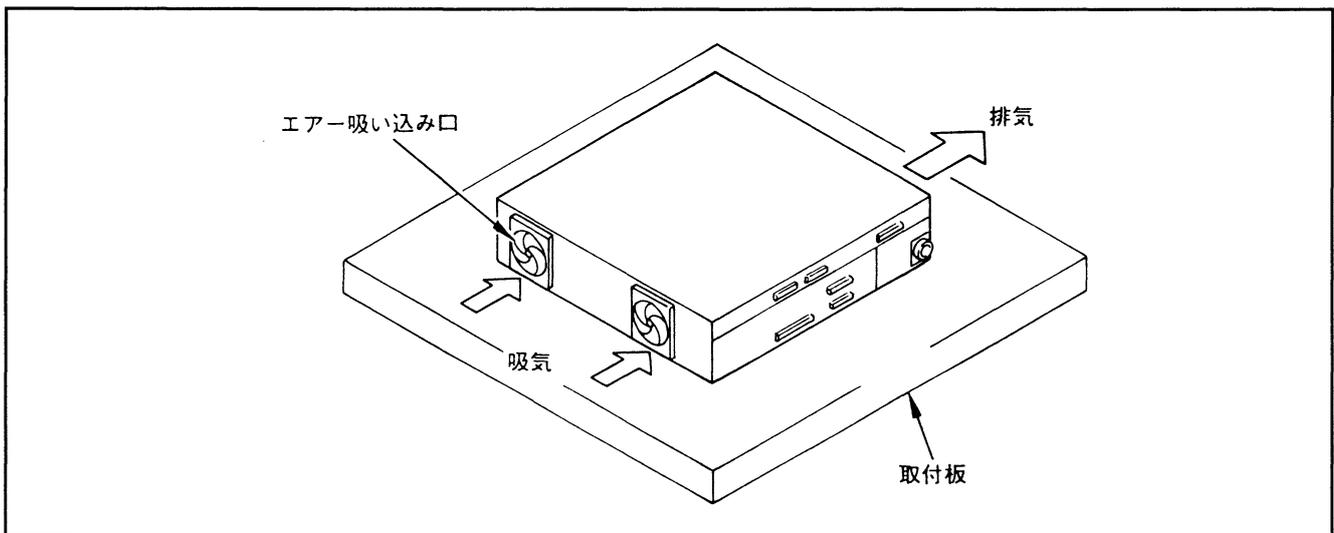

図5-61 自立据え置き
P5-73の図5-61とP5-74の図5-62に示すようなコントローラ取付け用の取付板を以下のようにして製作してください。
3.2.1 自立据え置き型設置 図5-61に示すように設置してください。